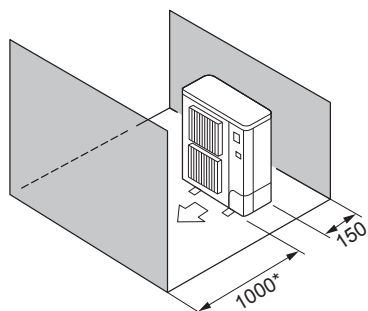

Fig. 2-7
- ⑤ Obstáculos sólo en la parte delantera y trasera (Fig. 2-7)